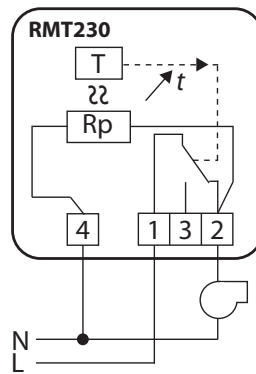

Fig. 6
**Attention: Toujours raccorder la phase sur la borne ❶.**
Le thermostat RMT avec résistance anticipatrice a un faible différentiel de température pour assurer une régulation plus fine. Raccorder dans ce cas le borne ❷ comme indiqué Fig. 6 et 7.